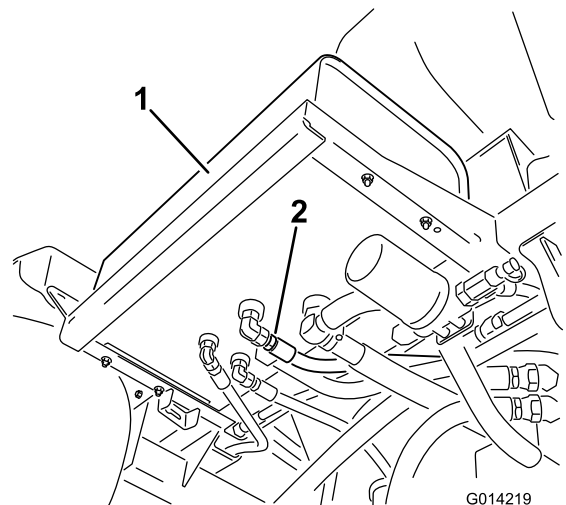

図 62
4. ホースのフィッティングをタンクから外してオイルを容器に受ける (図 62)。